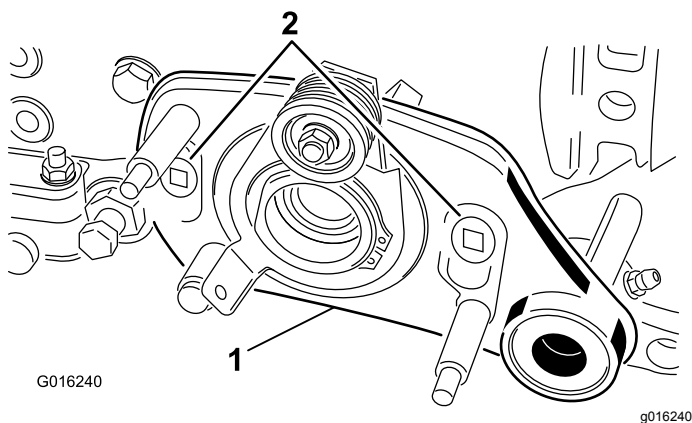

Figura 36
8. Retire los 2 pernos de cuello largo que sujetan el conjunto de transmisión del groomer a los adaptadores de la chapa lateral (**Figura 36**).